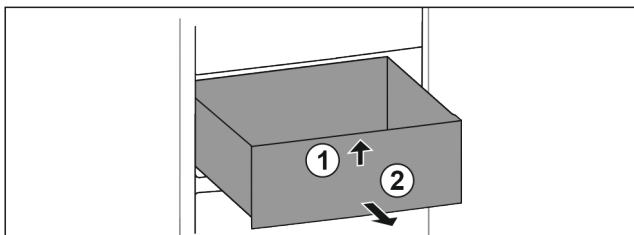

Fig. 113
- Ngrini lart sirtarin në pjesën përpara. Fig. 113 (1)
- Hiqeni sirtarin nga përpara. Fig. 113 (2)